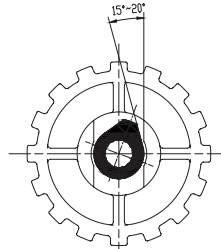

fig.3A
6. Ponga la perilla de parada en ángulo de 15 grados. (Ver fig.3A)